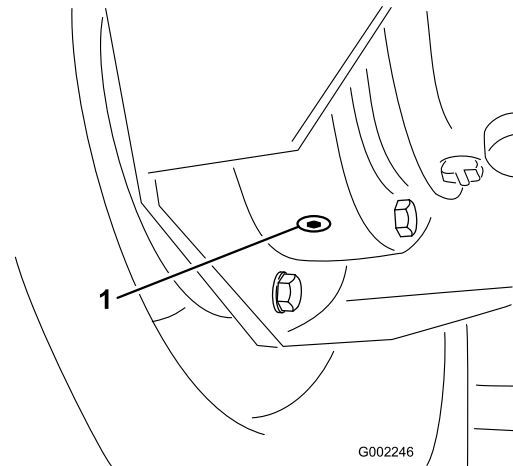

Figura 49
4. Coloque un recipiente debajo del tapón de vaciado interior y retire el tapón (Figura 49).